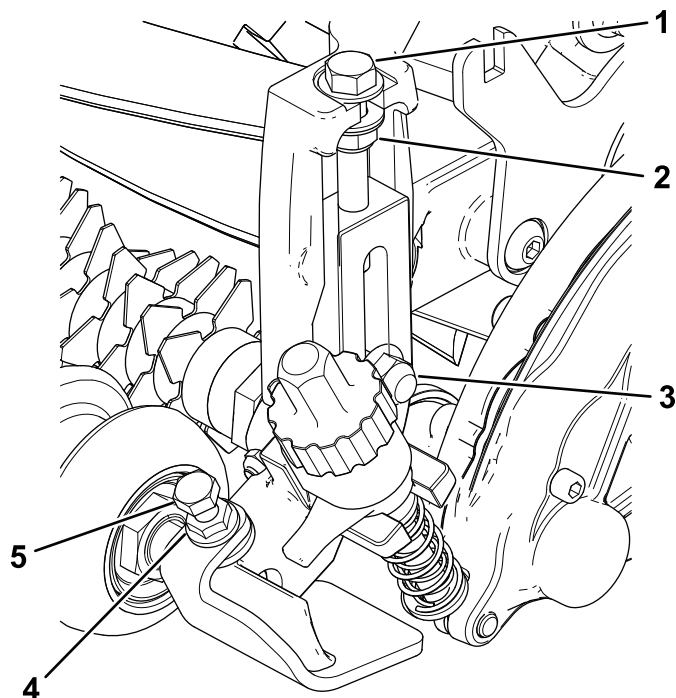

Bild 13
5. Ziehen Sie die Schlossschrauben und Sicherungsmuttern an, mit denen die Schneidhöhenhalterungen an der Seitenplatte befestigt sind (Bild 13).
6. Ziehen Sie die Sicherungsmutter an der Schnitthöhen-Einstellschraube fest, und lösen Sie die Mutter dann wieder um eine halbe Umdrehung (Bild 13).
7. Zentrieren Sie die Frontrolle zwischen den Schnitthöhenhalterungen (HOC) und arretieren Sie sie mit den Kopfschrauben und Bundmuttern an den Halterungen (Bild 13).